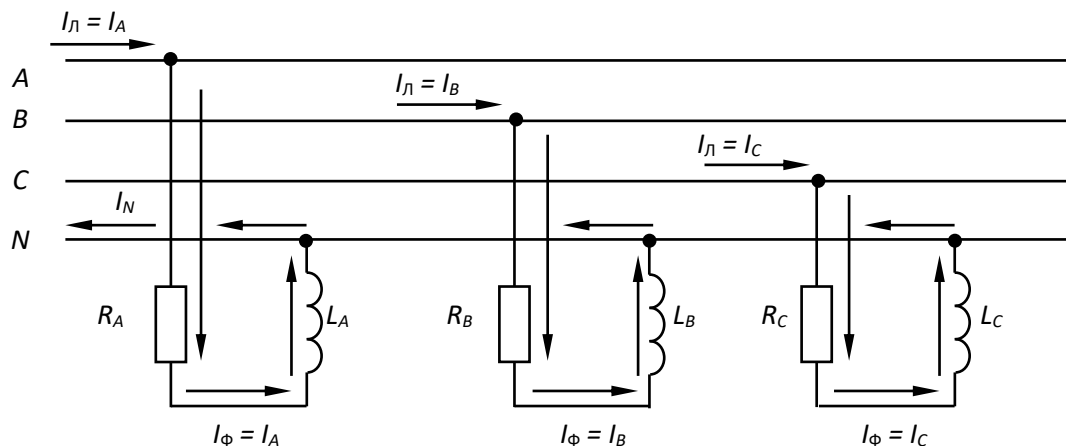

Рис. 1.39
1. Чертим схему подключения нагрузки (рис. 1.39)